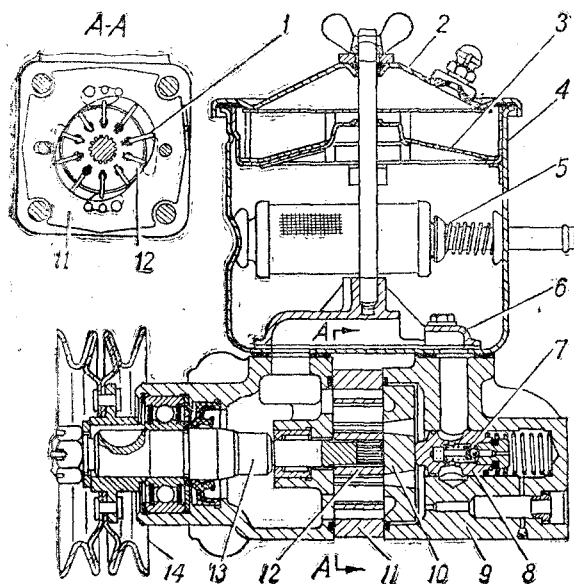

Рис. 46. Насос гидроусилителя рулевого привода:
Насос лопастного типа, двойного действия, имеет два клапана, расположенные в крышке 9 (рис. 46). Предохранительный клапан 7, помещенный внутри перепускного, ограничивает давление масла в системе, открываясь при давлении 6500—7500 кПа (65—75 кгс/см2). Перепускной клапан 8 ограничивает количество масла, подаваемого насосом к клапану управления, при повышении частоты вращения двигателя. На насосе установлен бачок 4 для масла. В крышку бачка ввернут сапун для ограничения давления паров масла внутри бачка.
2. Залить свежее масло в бачок до сетки заливного фильтра 3 (см. рис. 46) и прокачать масло при малой частоте вращения коленчатого вала двигателя, повернув 2—3 раза рулевое колесо до упора в обе стороны без задержки в крайних положениях.